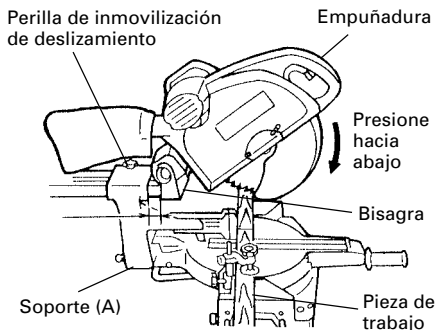

Fig. 20
Deslice la bisagra hacia abajo hasta el soporte (A), y después apriete la perilla de inmovilización de deslizamiento como se indica en la Fig. 20.